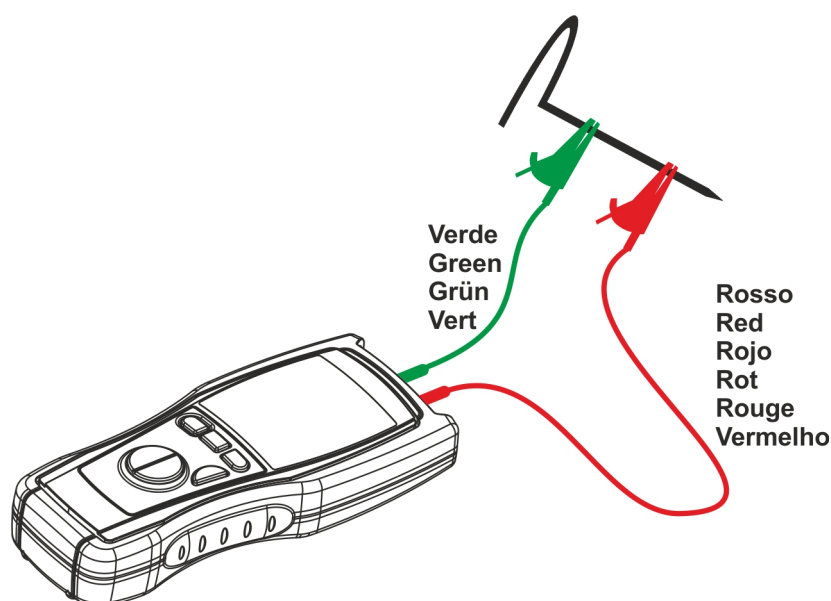

Fig. 2: Connessioni dello strumento per l'azzeramento dei cavi in modalità EARTH-2P
5. Cortocircuitare tra di loro le estremità dei cavi di misura (vedere Fig. 2) prestando attenzione che le parti metalliche dei coccodrilli facciano ben contatto tra di loro. Per ottenere una sicura connessione può essere utilizzato uno dei picchetti in dotazione allo strumento.